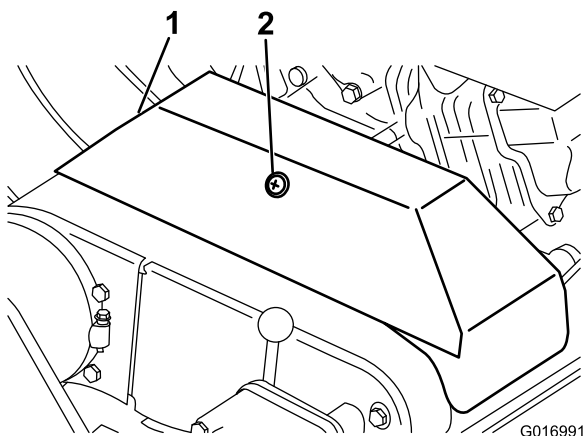

Рисунок 32
3. Выверните стопор, фиксирующий крышку клинового ремня, и откиньте крышку (Рисунок 32).